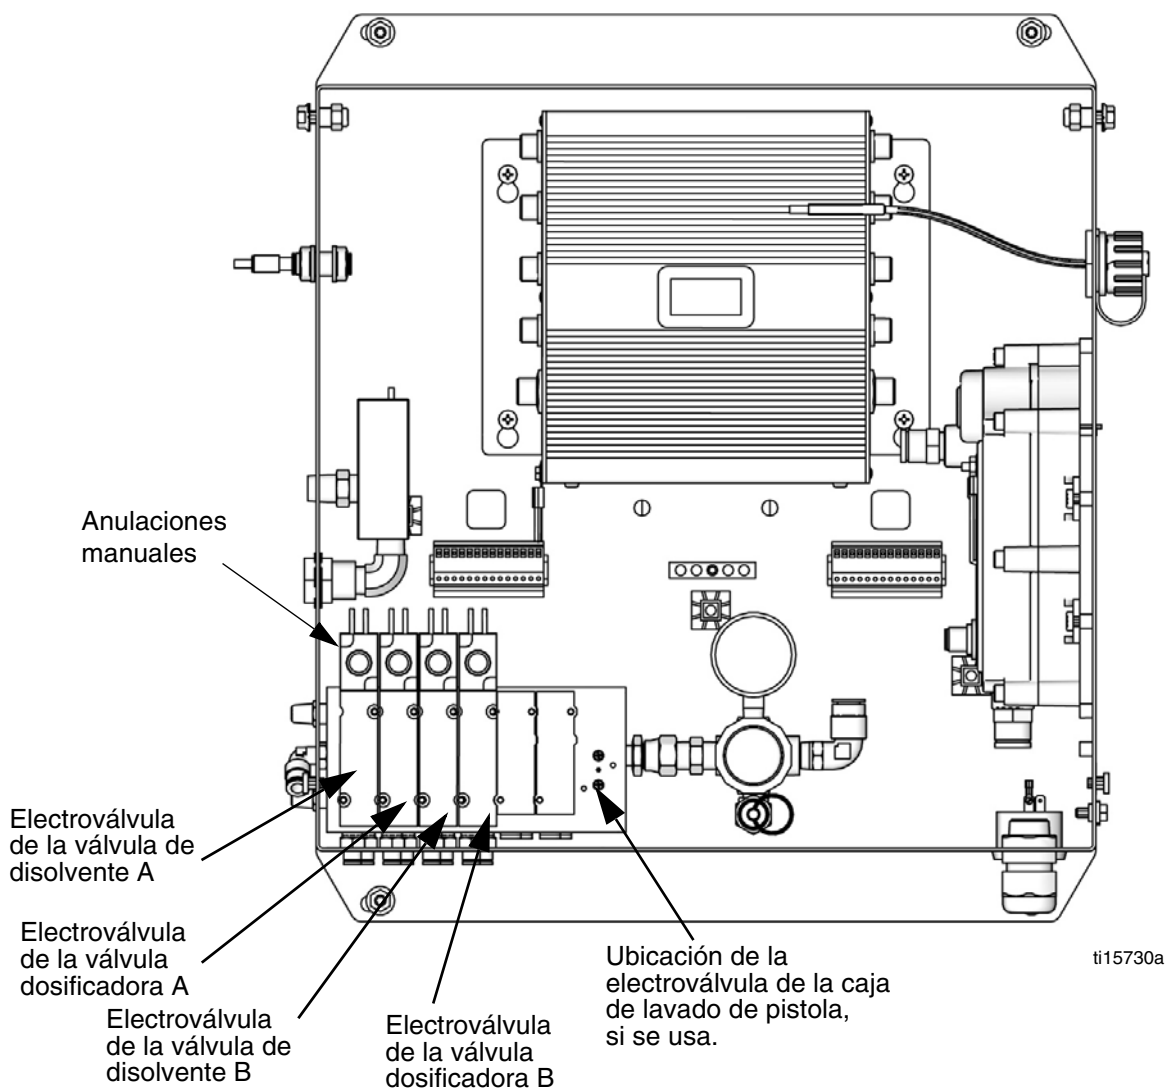

FIG. 19. Electroválvulas de la caja de control
7. Retire la tapa de la caja de control para acceder a las electroválvulas. Vea la FIG. 19.
4. Con la pistola disparada, pulse la anulación manual de las electroválvulas de las válvulas dosificadoras y de disolvente A y B para descargar la presión. Vea la FIG. 19. Verifique que la presión del fluido se haya reducido a 0.